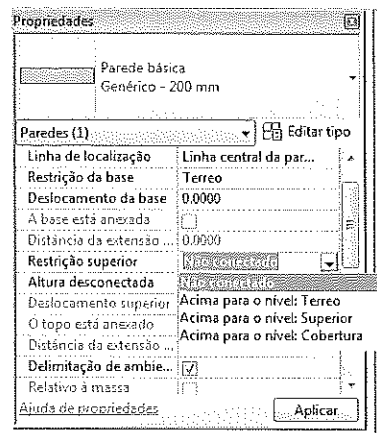

Figura 5.91 – Seleção de Altura desconectada.
4. Para modificar a altura ou o pavimento da parede, selecione a parede. Em **Propriedades**, altere o valor de **Restrição da base** e **Restrição superior**, depois clique em **Aplicar**, Figura 5.91. Se a parede não terminar em nenhum pavimento, selecione **Não conectado** para a altura, digite um valor em **Altura desconectada** e clique em **Aplicar**.